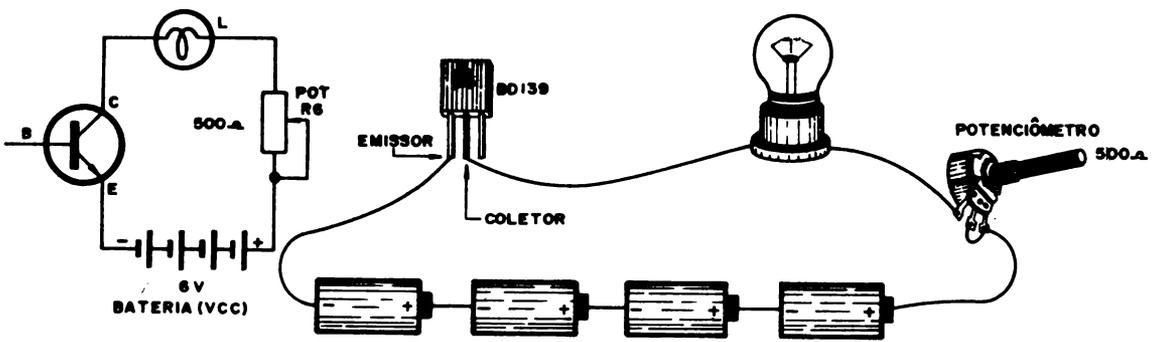

Figura 34-b
- 2) Ligue o potenciômetro de 500 ohms e os 6 volts da bateria através dos elementos emissor e coletor e uma das lâmpadas como mostra a figura 34-b. Observe a polaridade da bateria. O pólo negativo
- 3) Ajuste o potenciômetro para seu valor máximo, ou seja, girando o eixo do mesmo totalmente na direção indicada pela flecha da figura 34-b. As pilhas, formando uma bateria de 6 volts, estão polarizando os elementos emissor e coletor e, portanto, é chamada V_{CC} . O potenciômetro de 500 ohms é tratado como RC, já que está ligado no coletor representando o resistor de saída do circuito. A lâmpada indica a corrente que atravessa o circuito coletor-emissor do transistor. Essa é a corrente de saída do circuito. Observe que a lâmpada não emite luz. Isso significa que se não ligarmos ou polarizarmos a base, não haverá corrente de coletor.
- 8) Conserve o potenciômetro de 500 ohms de coletor em posição de mínimo valor (posição contrária da flecha mostrada na figura 34-b) e varie o potenciômetro de 15 kΩ da base. Observe o brilho apresentado pelas duas lâmpadas. Neste caso, como também naqueles dos passos anteriores, a lâmpada de base não deve acender. Isso se dá devido ao fato de que a corrente de base é tão pequena que é insuficiente para acender a lâmpada.